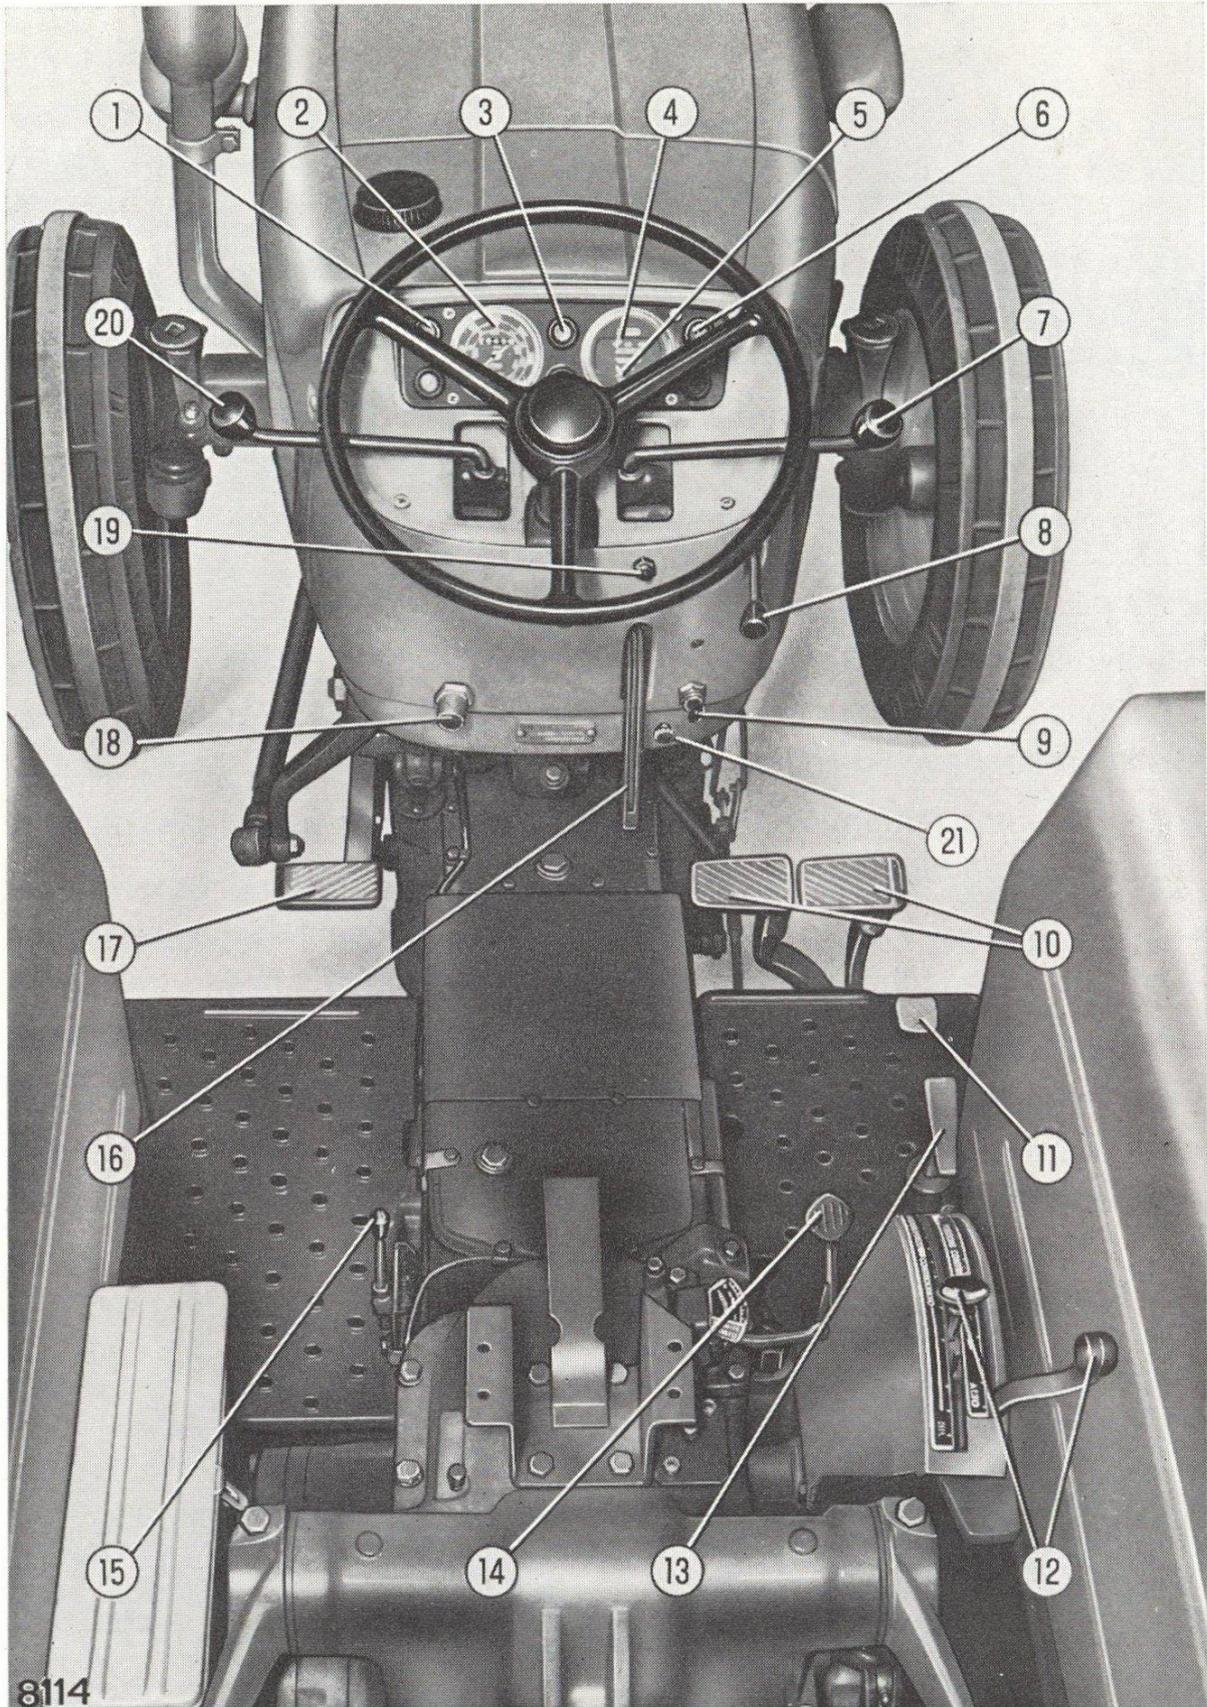

Fig. 4. - Commandes et instruments de contrôle.
5. Appuyer sur le bouton de démarrage **18** fig. 4 (ou tourner le levier du commutateur de démarrage jusqu'à l'arrêt **3** fig. 7 si le tracteur est doté d'un thermostarter). Dès que le moteur tourne, lâcher le bouton poussoir ou le commutateur.
Tirer à fond la tirette **21**, fig. 4. Moteur arrêté, tourner la clé du contacteur général (fig. 6) en position **0** ou en position **5** si l'éclairage est nécessaire.